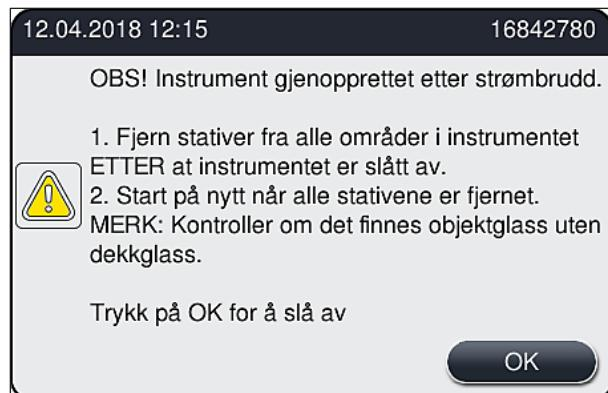

Fig. 109
- Etter at strømforsyningen har blitt gjenopprettet, utfører apparatet automatisk en omstart. Brukeren underrettes om strømbruddet via en informasjonsmelding (→ Fig. 109) på skjermbildet, og hendelsen angis i hendelsesloggen.
- Etter at strømforsyningen har blitt gjenopprettet, starter apparatet automatisk på nytt. Et advarsellydsignal høres, og en vars melding vises på displayet (→ Fig. 109).
Følg deretter anvisningene i informasjonsmeldingen (→ Fig. 109) og fjern objektglassene fra apparatet.